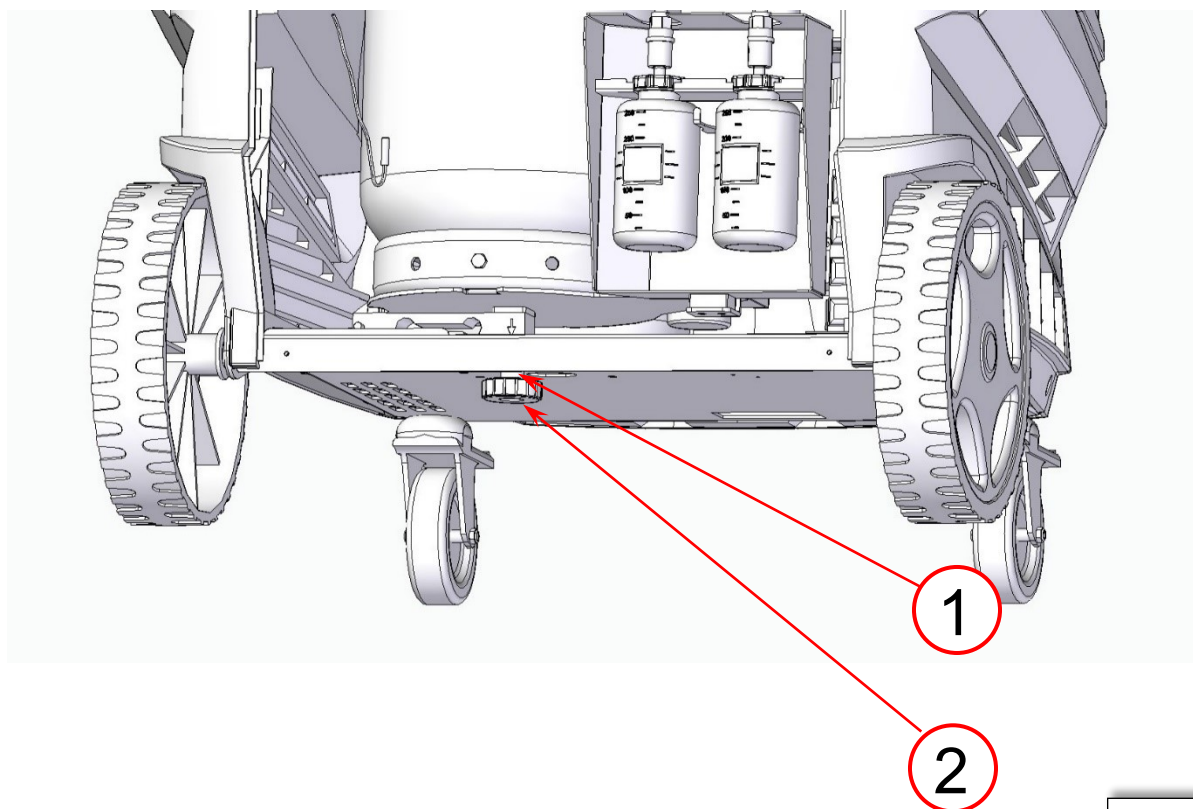

FIG. 3
1. Para retirar las protecciones debajo de la escala de refrigerante, la tuerca de bloqueo debe estar sin apretar (ref. 1, Fig. 3), la perilla (ref. 2, Fig. 3) debe desatornillarse, retirarse y almacenarse en un lugar seguro.
2. Apriete la perilla (ref.2, Fig.3) hasta que la pantalla muestre la disponibilidad de CERO.
Apriete la tuerca (ref.1, Fig.3)